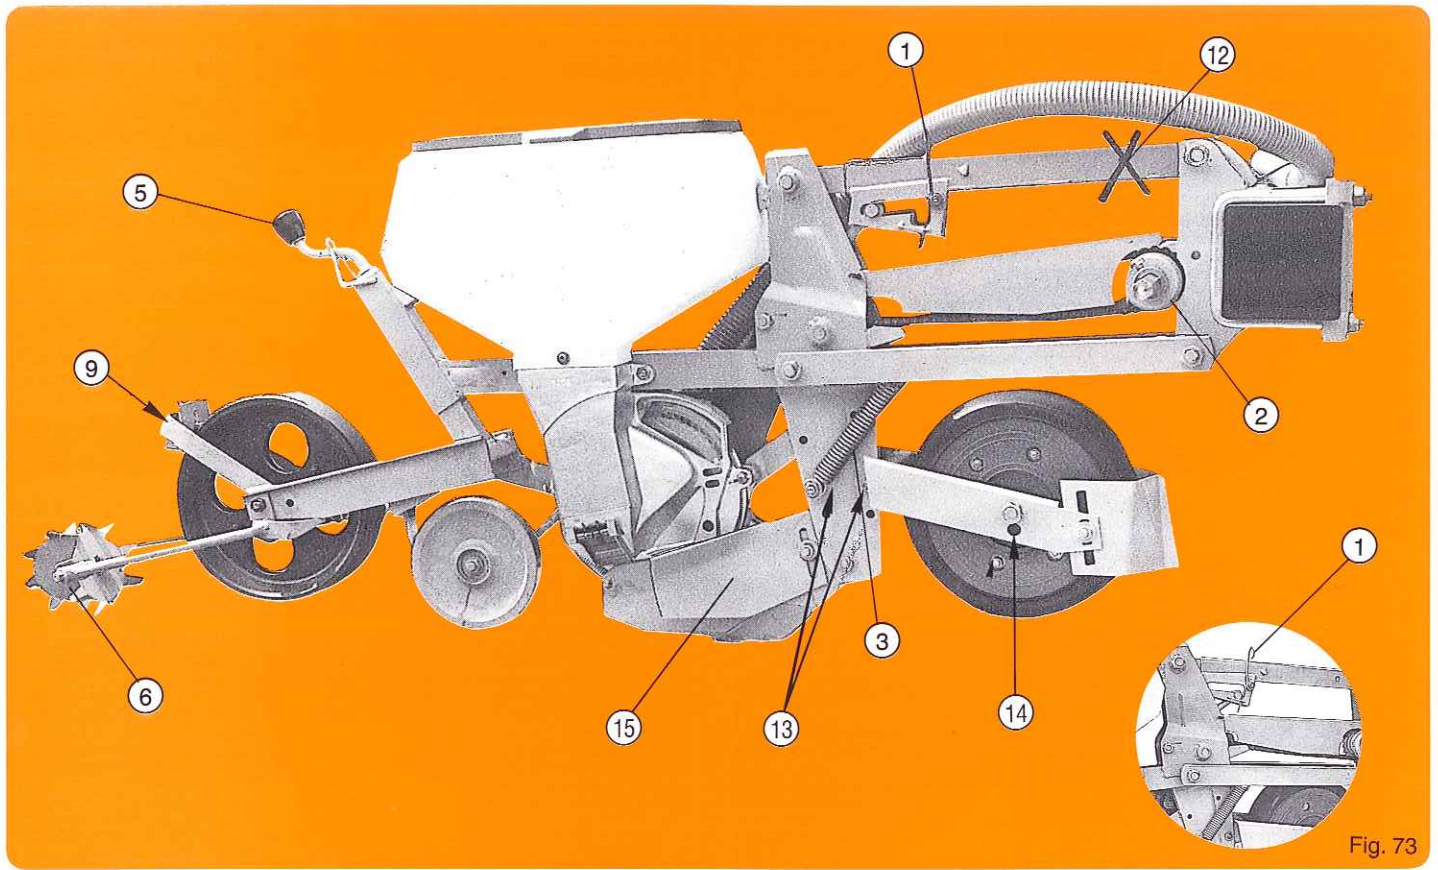

Fig. 73
### Version de base (fig. 73) :
ATTENTION : avec roue avant ou double disque + roues accolées, le bras supérieur de parallélogramme doit être flottant : le trou (12) (fig. 73) doit donc être libre et sans bouchon de blocage. Au travail, le 3e point du tracteur sera à régler pour permettre un débattement convenable du bras et de l'élément (trou au centre de la lumière).
- 1 Taquet d'accrochage en position relevée (fig. 73) : en cours de travail laisser le ressort dans son cran pour éviter les accrochages involontaires du taquet.
- 2 Système de sécurité (fig. 73) : il provoque un crachage sonore en cas de blocage de la distribution. Un arrêt est alors obligatoire (voir page 33).
- 5 Réglage du terrage (fig. 73) : une jauge graduée facilite l'uniformité du réglage.
- 6 Réglage de l'orientation des roto-herses (fig. 73) : à partir de son axe-boulon sur chacune des étoiles. (Option)
- 9 Réglages des décroisseurs de roues (fig. 73) : les décroisseurs doivent être réglés au plus près, sans serrage ni jeu afin d'effectuer un nettoyage convenable sans usure prématurée.
- 10 (14) Réglage de la hauteur de la roue avant : la position intermédiaire d'origine permet des terrages de 1,5 à 4 cm. Pour terrages supérieurs le bloc support doit être remonté et fixé en (13) par ses trous bas. Pour terrages inférieurs l'axe de roue doit être placé dans le trou inférieur (14).
### Basic version (fig. 73) :
ATTENTION : when using front press wheel or double disc openers with side press wheels, the upper arm of the parallelogram should be floating. Hole (12) (fig. 73) has therefore to be open and without a locking bolt. When operating, the top link of the tractor has to be adjusted to allow the arm of the metering unit to slide as needed. (The hole should be positioned in the middle of the slot.)
- 1 Locking pawl to keep unit in a raised position (fig. 73) : while planting, leave the spring in its notch to avoid involuntary lock-up of the locking pawl.
- 2 Safety system (fig. 73) : this causes the clutch to sound in case of a blockage in the metering system. When this clutching sound is heard, stop the machine immediately (see page 33).
- 5 Adjustment of the depth (fig. 73) : a gradual scale makes it easier to set the units at a uniform depth.
- 6 Adjustment of the position of crumblers (fig. 73) : this can be adjusted by the bolt of each spur optional equipment.
- 9 Adjustment of wheel scrapers (fig. 73) : scrapers have to be adjusted in such a way that they are neither too close nor too far from the wheel, so that proper cleaning can be done without causing early wear.
- 10 (14) Adjustment of the height of front press wheel : the original intermediate position enables planting from 1.5 to 4 cm. For deeper planting, the support bracket should be raised and mounted in the lower holes (13). For shallow planting the wheel spindle should be placed in the bottom hole (14).
### Versión de base (fig. 73) :
ATENCIÓN : con rueda delantera o doble disco + ruedas gemelas, el brazo superior del paralelogramo ha de ser flotante : el agujero (12) (fig. 73) ha de quedar por consiguiente libre y sin tornillo de bloqueo. Durante el trabajo, se debe ajustar el tercer punto del tractor de tal forma que permita una oscilación del brazo del elemento (agujero en el centro del brazo).
- 1 Leva de enganche en posición levantada (fig. 73) : durante el trabajo, dejar el muelle en su fijación para evitar enganches involuntarios de la leva.
- 2 Sistema de seguridad (fig. 73) : provoca un desembrague sonoro en el caso que se bloquee la distribución. Entonces hay que parar la máquina (véase página 33).
- 5 Regulación de enterramiento (fig. 73) : una varilla de nivel graduada facilita la uniformidad de la regulación.
- 6 Ajuste de la orientación de los roto-rastrillos (fig. 73) : a partir de su eje-tornillo sobre cada una de las estrellas. (Optione)
- 9 Regulaciones de los rascadores de ruedas (fig. 73) : los quitaterrones deben colocarse lo más cerca de las ruedas, sin frotar ni dejar demasiado juego para poder efectuar una limpieza eficaz sin desgaste temprano.
- 10 (14) Regulación de altura de la rueda delantera : la posición intermedia de origen, permite profundidades de enterramiento de 1,5 a 4 centímetros. Para profundidades superiores el bloque soporte se subirá y fijará según (13) en los agujeros bajos. Para profundidades inferiores se situará, el eje de la rueda, en el agujero inferior (14).